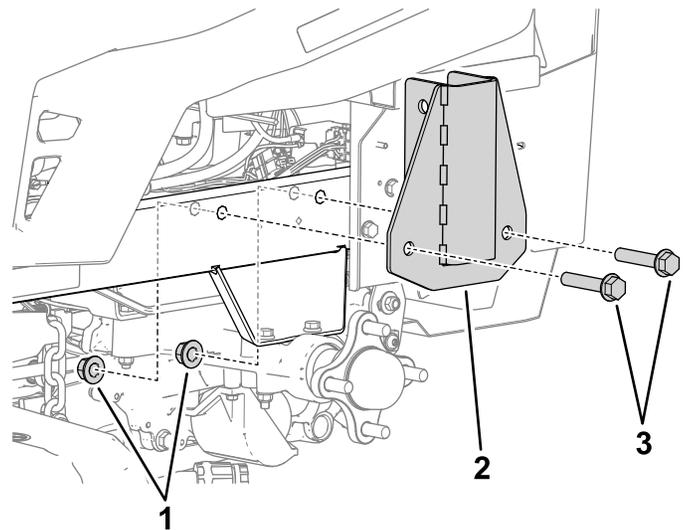

Bild 5
- Montieren Sie die Halterungen des Überrollschutzes über der Achse am Maschinenrahmen, wie in Bild 5 dargestellt. Wiederholen Sie den Vorgang auf der anderen Seite.